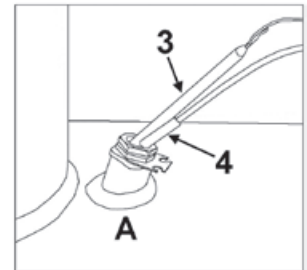

fig. 15 - Pozzetto A
**È OBBLIGATORIO** inserire nel pozzetto "A" (fig. 15) la sonda di temperatura "4" e il bulbo del termostato di sicurezza "3".